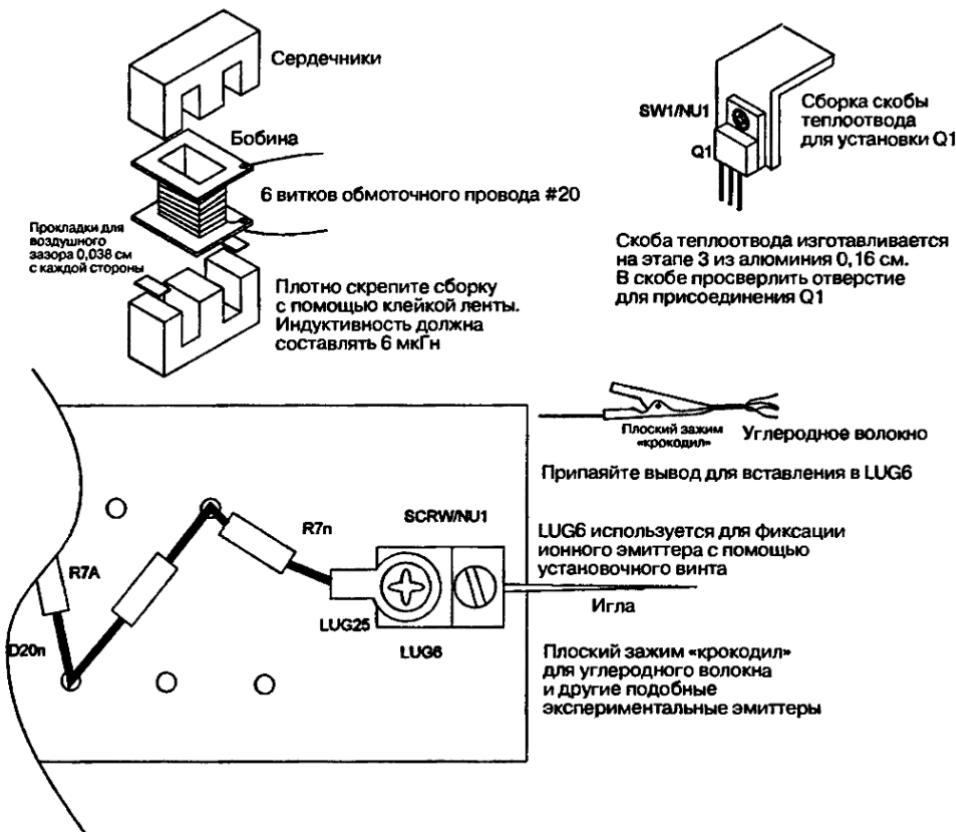

Рис. 22.4. Дроссель подачи тока L1 и скоба теплоотвода
3. Изготовьте металлический теплоотвод в виде скобы для транзистора Q1 из алюминия 3,81×1,9×0,16 см, как показано на рис. 22.41.
4. Соберите дроссель L1 (см. рис. 22.4).